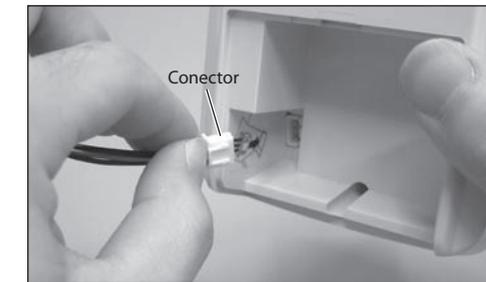

Fig. 14
- ③ Quite las pilas viejas y extraiga el cable sujetando el conector (Fig. 14).